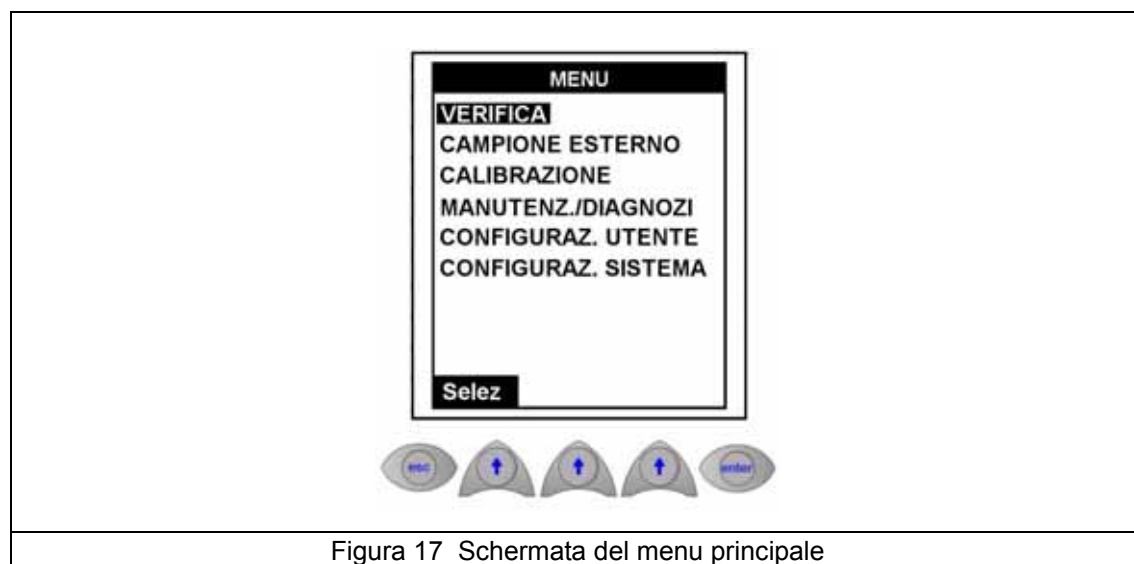

Figura 17 Schermata del menu principale
- **Menu** - questa opzione consente di visualizzare il menu principale, illustrato nella Figura 17 a pagina 59.